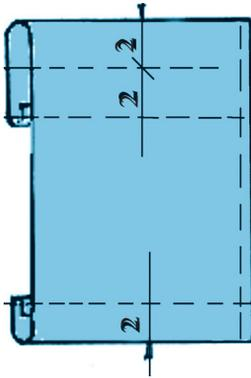

Рис.42. Шитьё шапочки.
8. Затем намётанную нитку снимают. Проводят влажно-тепловую обработку швов (рис.42).